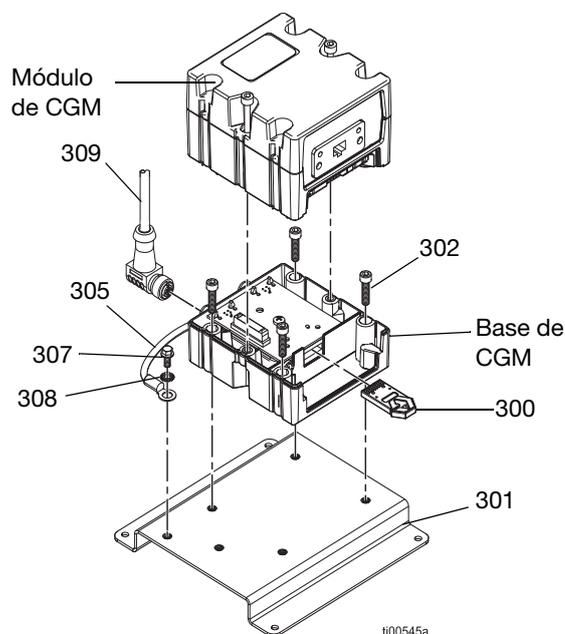

FIG. 111: Conjunto de CGM
2. Ponga la arandela (303) y el tornillo de conexión a tierra (304) por el otro extremo del cable de tierra (305). Fije el tornillo de conexión a tierra (304) a la placa de montaje (301). Consulte la FIG. 111.